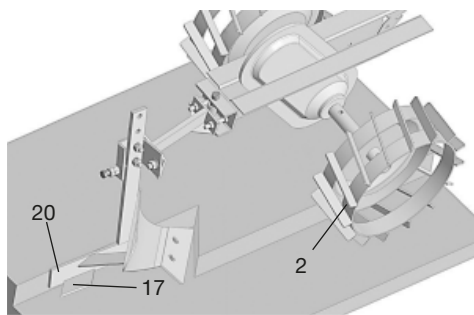

Рис. 6
Установить мотокультиватор правым колесом (2) в борозду, полученную при первом проходе – см. Рис. 6.
В борозде пятка (17) должна опираться на дно борозды, а полевая доска (20) – упираться в стенку борозды – см. Рис. 6.